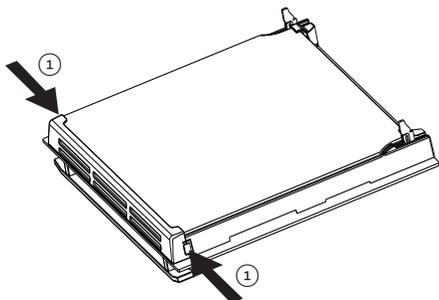

Fig. 10.19
- Premere le linguette di aggancio su entrambi i lati della porta e rimuovere completamente il fermavetro (fig. 10.19, 10.20).